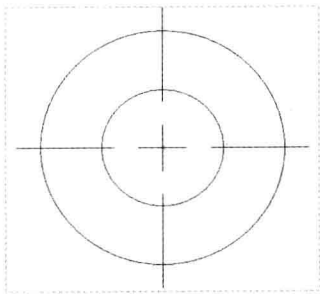

图 2-11 绘制点
Step 04 执行操作后，单击鼠标中键，即可绘制点，如图 2-11 所示。